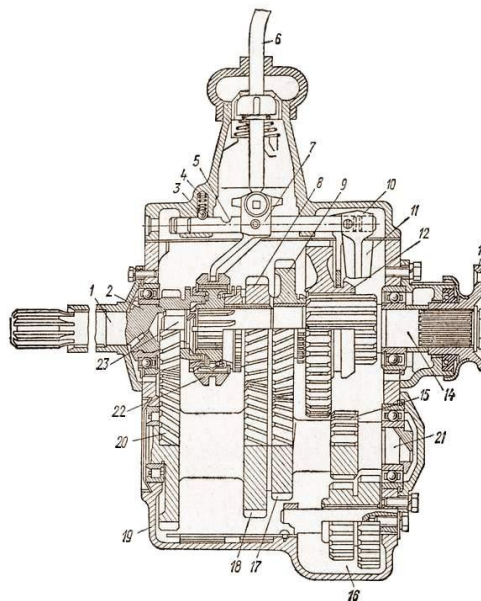

рис.199
13. Коробка передач которого автомобиля показана на рис.199?
14. Сколько ступеней (передач) для движения автомобиля вперед имеет коробка передач, показанная на рис.199?
15. Цифрой 22 на рис.199 обозначен:
16. Цифрой 2 на рис.199 обозначено:
17. Цифрой 12 на рис.199 обозначено:
18. Какой цифрой на рис.199 обозначен ведущий (первичный) вал?
19. Цифрой 16 на рис.199 обозначено:
20. Цифрой 7 на рис.199 обозначено:
21. Цифрой 19 на рис.199 обозначено:
23. Цифрой 8 на рис. 199 обозначено:
24. Какой цифрой на рис.199 обозначен картер?
25. Цифрой 21 на рис.199 обозначен:
26. Какой цифрой на рис.199 обозначен ведомый вал коробки передач?
27. Цифрой 15 на рис.199 обозначено:
28. Цифрой 10 на рис.199 обозначено:
29. Цифрой 9 на рис.199 обозначена:
30. Цифрой 5 на рис.199 обозначен:
31. Какой цифрой на рис.199 обозначен роликовый цилиндрический подшипник вторичного вала?
32. Цифрой 6 на рис. 199 обозначено: